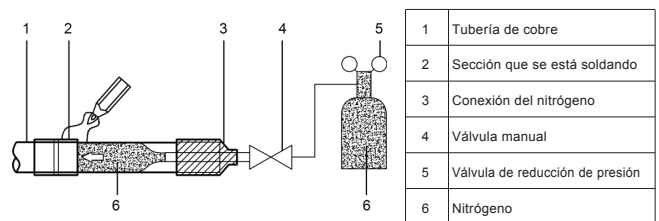

Figura 4.3
- Cuando la tubería se llena con nitrógeno durante la soldadura, el nitrógeno debe reducirse a 0,02 MPa usando la válvula de liberación de presión. Véase Figura 4.3.